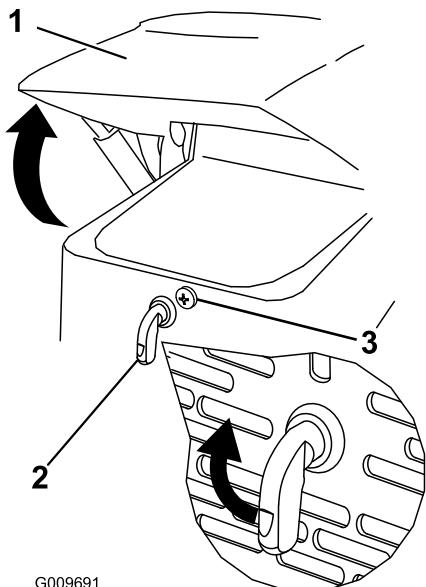

Figura 27
1. Afloje el tornillo de bloqueo del capó (Figura 27)
2. Giro el cierre del capó en el sentido de las agujas del reloj (Figura 27).
3. Levante el capó (Figura 27).
3. Ajuste el tornillo de bloqueo del capó para asegurar el cierre (Figura 27).